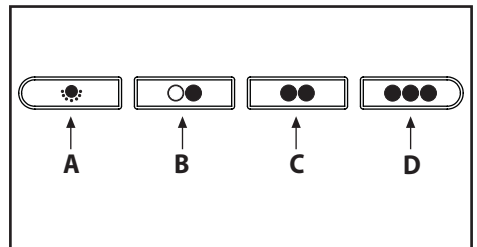

Fig.13
• **Comandi meccanici (Fig.13)** : la simbologia è di seguito riportata: